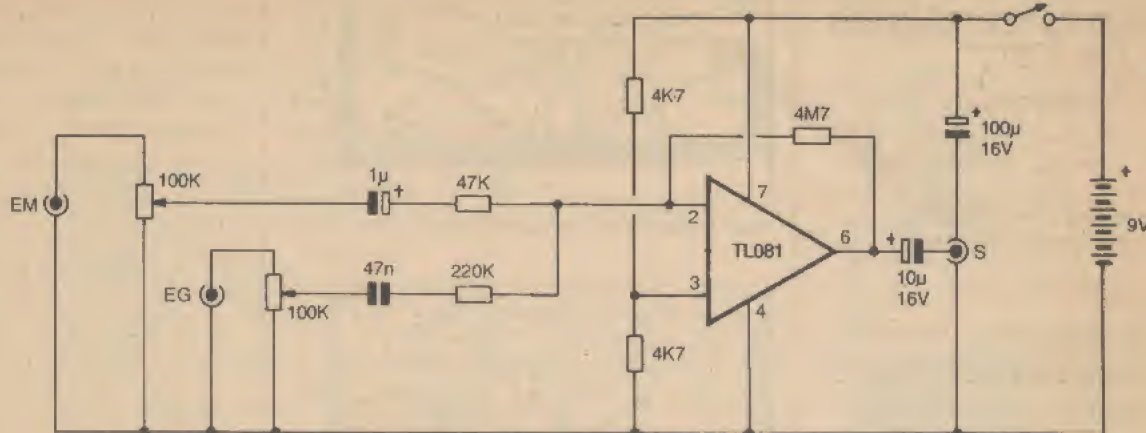

Fig.1
- FIG. 1 - DIAGRAMA ESQUEMÁTICO DO CIRCUITO - Um integrado contendo amplificador operacional (*tipo* 741...) com sensíveis entradas FET, código TL081, faz todos os trabalhos do circuito, estruturado como simples amplificador inversor (a entrada *não inversora* - pino 3 - encontra-se polarizada a *meia tensão* de alimentação, via par de resistores de 4k7...), porém manejando **dois** sinais simultâneos... Observem que, pelo arranjo do circuito, o **ganho** imprimido a cada um dos sinais é